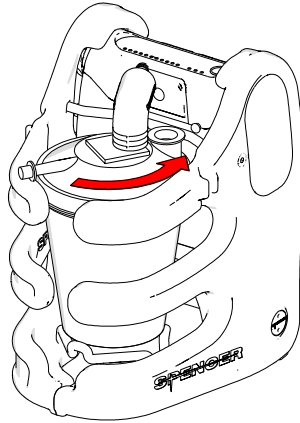

Fig. 7
2. Ligue o conjunto de filtragem de montagem / frasco à unidade de sucção rodando o recipiente e o filtro de montagem para facilitar a inserção (fig.7 e 8).